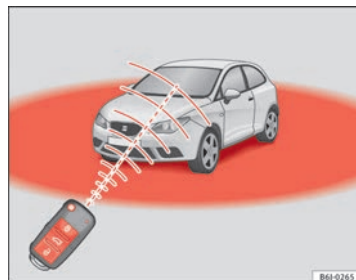

Fig. 46 Périmètre d'action de la radiocommande
D'autre part, le témoin de la pile de la clé ⇒ fig. 46, clignotera.
- La radiocommande fonctionne uniquement lorsque vous vous trouvez dans son périmètre d'action → fig. 46.